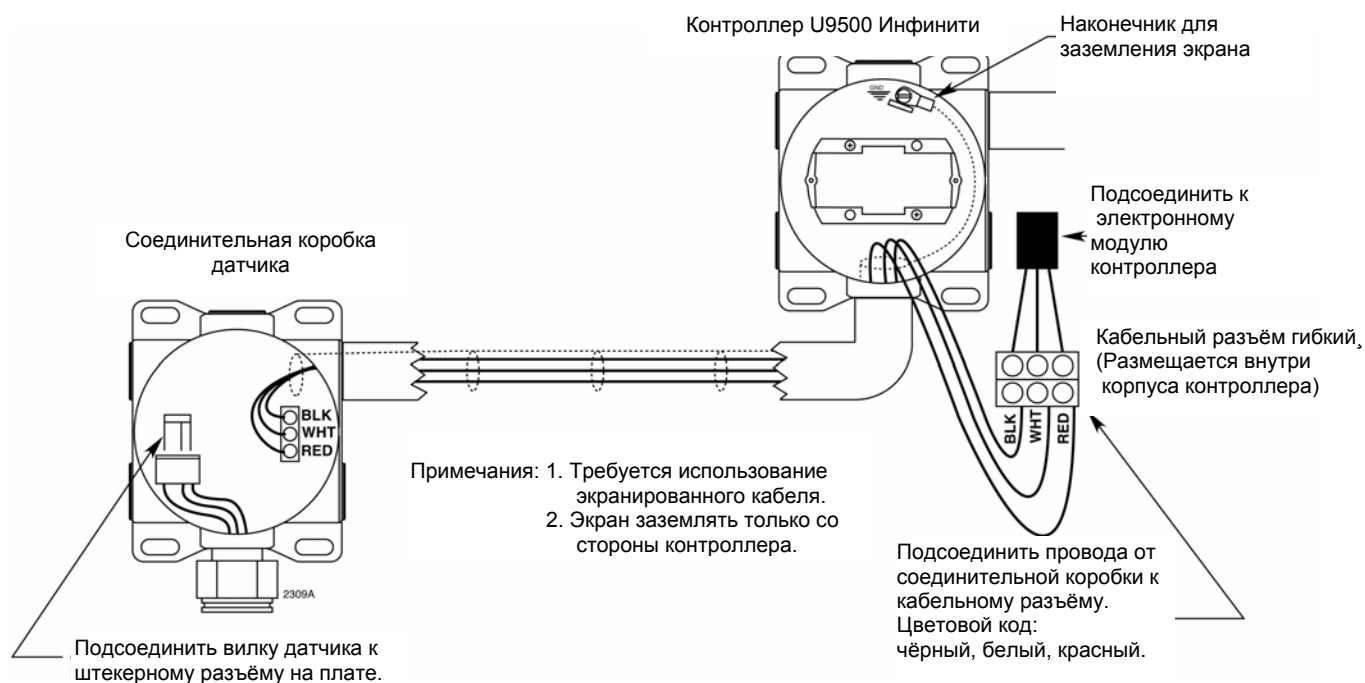

Рис. 15. Выносная установка датчика горючих газов с контроллером U9500.
- Рисунок 15 — Выносная установка датчика горючих газов и контроллера.